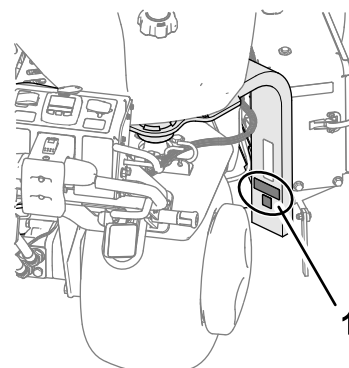

Figure 19
- Nettoyez la jambe de la fourche à l'alcool, comme montré à la Figure 19, et laissez sécher la surface.
- Appliquez l'autocollant CE et l'autocollant de l'année de production sur la jambe de la fourche (Figure 19).